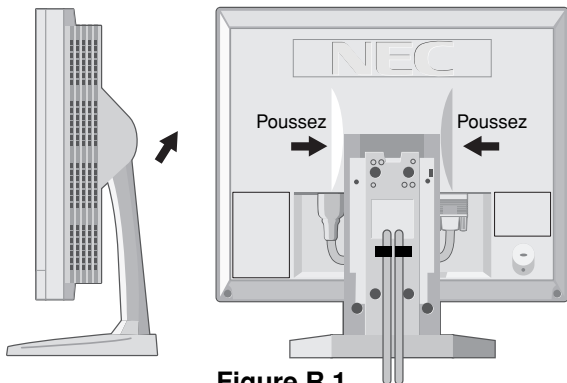

Figure R.1
1. Déposez les caches de connecteurs, de câbles et de l'articulation. (Figure R.1)